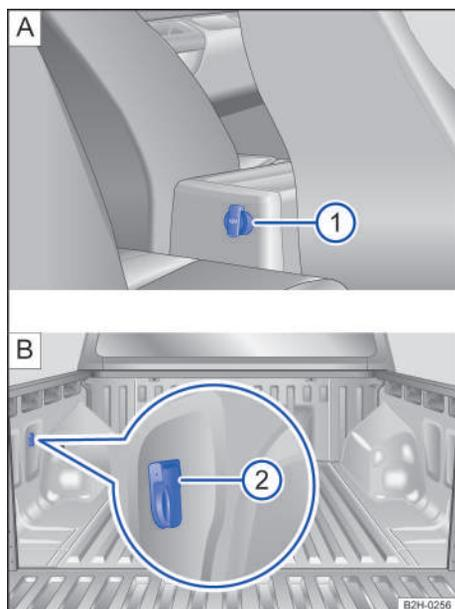

Fig. 119 Tomas de corriente de 12 voltios traseras.
- en la parte trasera de la consola central → fig. 119 ①;
- en el panel lateral izquierdo de la superficie de carga → fig. 119 ②.